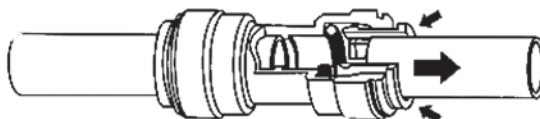

Рис. 5
4. Вытяните трубку, удерживая кольцо нажатым (**рис. 5**).